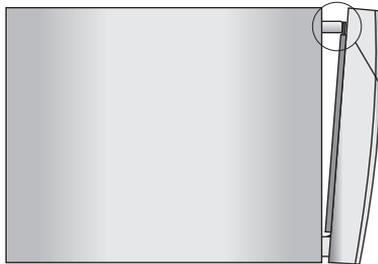
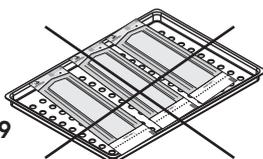

Fig.20
Fig.19
- f ► Ao término da esterilização a autoclave soará 1 bip, a válvula solenóide se abrirá e poderá ser ouvido o estalo de sua abertura, nesse momento a autoclave despressurizará, ao seu término, o manômetro indicará pressão "0". A seguir a autoclave entrará no ciclo de secagem emitindo 10 bips, o LED indicativo **Aquecendo/Secando** acenderá (Fig.19). **Neste momento é necessário que o operador entreabra a porta para a secagem** (Fig.20, pág. 14).
- 4► Caso o material não esteja completamente seco, pode-se optar pela função extra de secagem: mantenha a porta entreaberta, acione a tecla **SECAGEM**. O LED **"AQUECENDO/SECANDO"** acenderá (Fig.19), o que indica o início do ciclo de 30 minutos. Este ciclo poderá ser interrompido, acionando-se a tecla **ANULA**, caso o operador constate que o material já esteja seco.